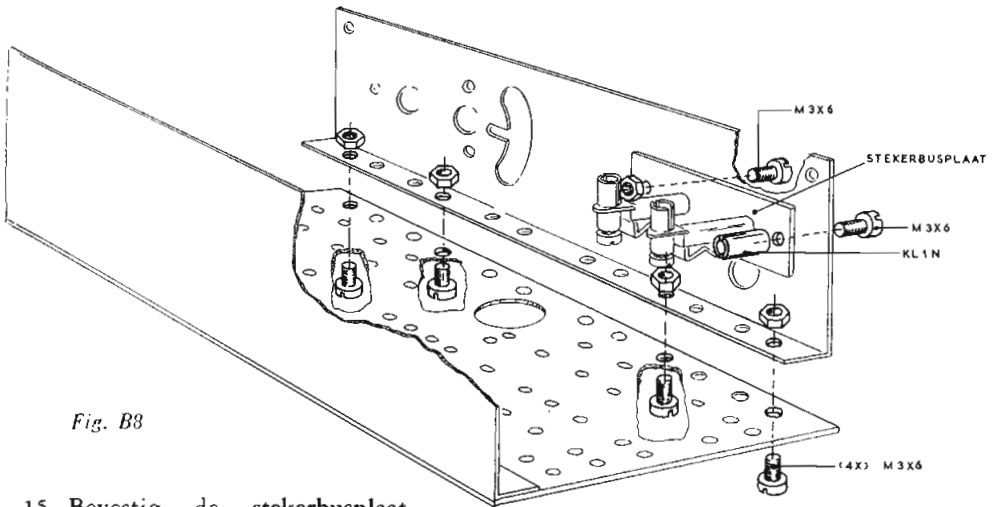

Fig. B8
15. Bevestig de stekerbuisplaat, voorzien van twee klemmen KL 2 N, op de tweede metalen montageplaat (fig. B8). Hier-voor gebruik je een kort boutje met moer aan de ene zijde en een kort boutje met klem KL 1 N aan de andere zijde.
16. Maak daarna met vier korte boutjes en bijbehorende moeren deze tweede metalen montageplaat vast aan de bruine isolatieplaat (fig. B8).